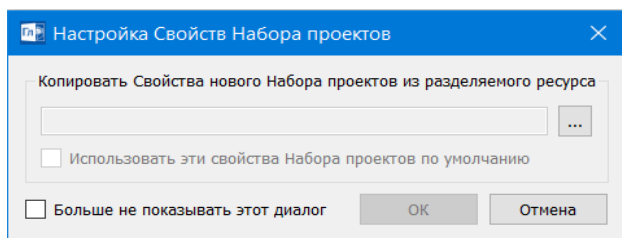

Рис. 3.1
Сразу после вызова команды открывается диалог **Настройка Свойств Набора проектов** (рис. 3.1).
Для этого кнопкой **Выбор**  (рис. 3.1) открываем нужный файл, а при необходимости отмечаем в разделе **Выбор настроек** флажками отдельные группы СНП.
Если будут использоваться свойства набора проектов по умолчанию, то диалог (рис. 3.1) можно закрыть или нажать кнопку **Отмена**.
Если установить флажок для параметра **Больше не показывать этот диалог** (рис. 3.1), то выбор свойств при следующих открытиях набора проектов станет невозможен.
**На заметку** При условии, что различные настройки СНП были сохранены в качестве разделяемых ресурсов, они могут использоваться при открытии набора проектов. Для этого с помощью кнопки **Выбор** [...] (рис. 3.1) открываем нужный файл, а при необходимости отмечаем флажками отдельные группы СНП.
**На заметку** Если в диалоге настройки СНП (рис. 3.1) установить флажок для параметра **Использовать эти свойства Набора проектов по умолчанию**, то при следующем открытии набора проектов требуемые свойства будут уже выбраны.